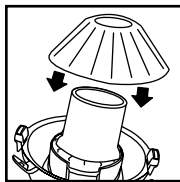

FIGURE 18
30. Centrer le filtre sec réutilisable sur la cage du couvercle. **FIGURE 18.**